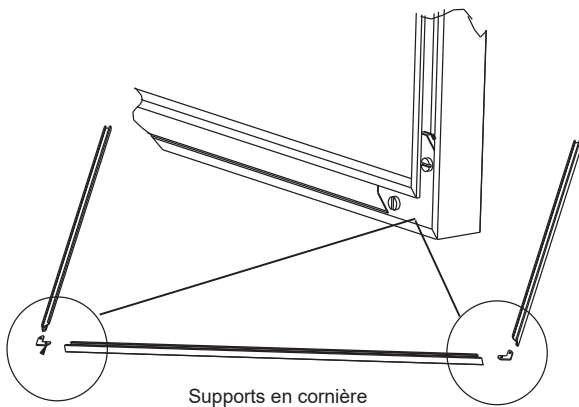

Figure 20.2
4. Visez les supports en cornière en utilisant un tournevis à tête plate (**Figure 20.2**).